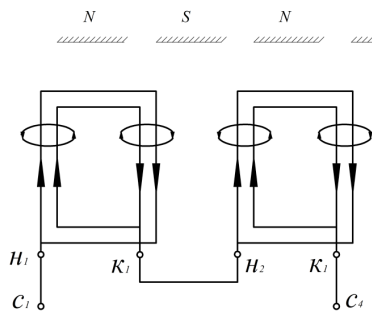
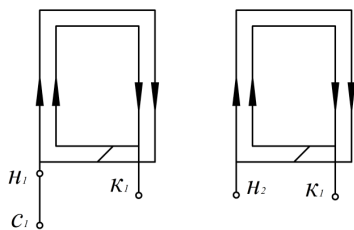

Рис. 51.2
Рис. 51.3
На рис. 51.2 изображены катушечные группы фазы и показано направление магнитных линий поля статора.
1. На рис. 51.3 соедините катушечные группы фазы так, чтобы направление тока во второй катушечной группе изменялось на противоположное по сравнению с рис. 51.2.
2. Изобразите на рис. 51.3 линии магнитного поля статора. Поставьте стрелки на магнитных линиях.
3. Определите число пар полюсов P обмотки статора и сравните рис. 51.2 и 51.3.